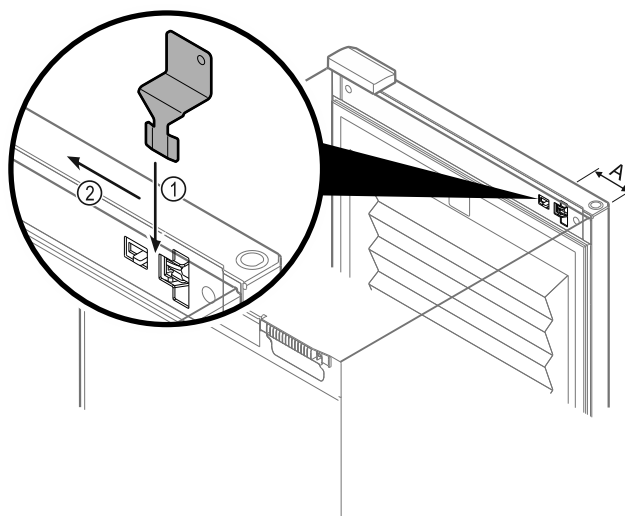

Fig. 148
- Klíč pro nouzové odblokování umístěte na dané místo Fig. 148 (A) \approx 100 mm.
- Klíč pro nouzové odblokování Fig. 148 (1) zasuňte mezi dveře a korpus spotřebiče shora až na doraz.
- Klíč pro nouzové odblokování zatlačte ve směru závěsu. Fig. 148 (2)